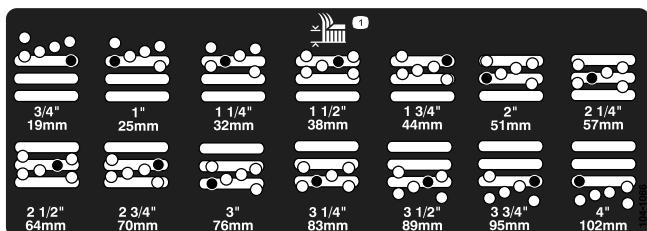

Bild 19
4. Entfernen Sie das Distanzstück, während Sie gleichzeitig die Kammer abstützen (**Bild 19**).
5. Stellen Sie die Kammer auf die gewünschte Schnithöhe ein und setzen Sie das Distanzstück im gewünschten Schnithöhenloch und -schlitz ein (**Bild 19**).